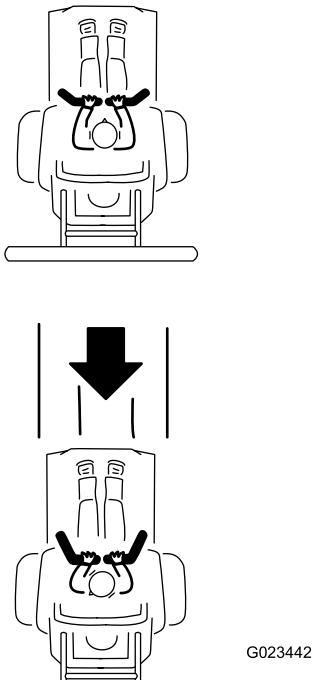

Figure 26
3. Pour faire marche arrière, regardez derrière vous et tirez lentement les poignées de commande en arrière (Figure 26).